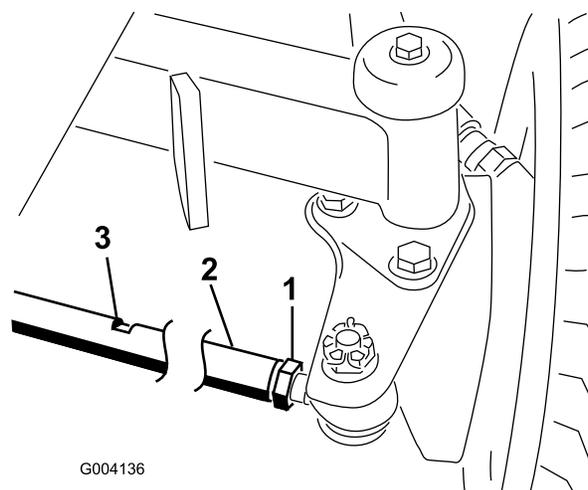

Figura 59
2. Allentate il controdado da ciascun lato del tirante (Figura 59).